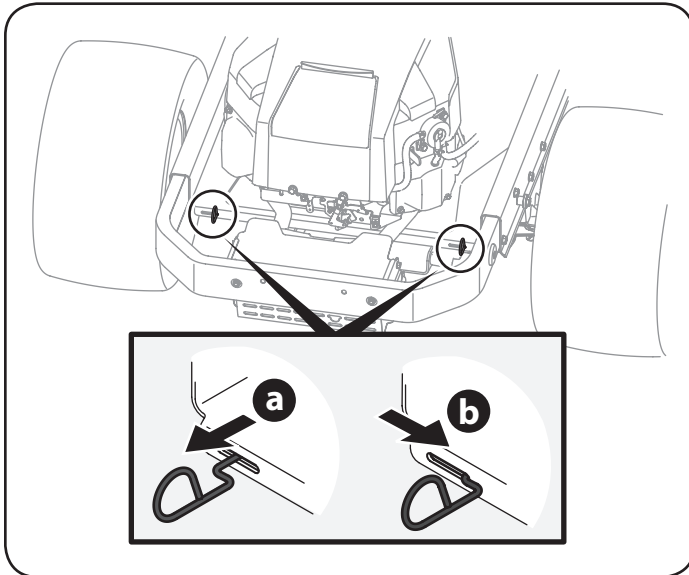

Figura 24
1. Ubique las dos varillas de derivación de transmisión, justo delante de los dos neumáticos traseros. Consulte la Figura 24.
2. Enganche las varillas de derivación tirando cada uno (a) ya la derecha (b) para que encaje en su lugar. Ver Figura 24.
3. Desenganche las varillas de derivación invirtiendo los pasos a & b después de mover el tractor. Ver Figura 24.